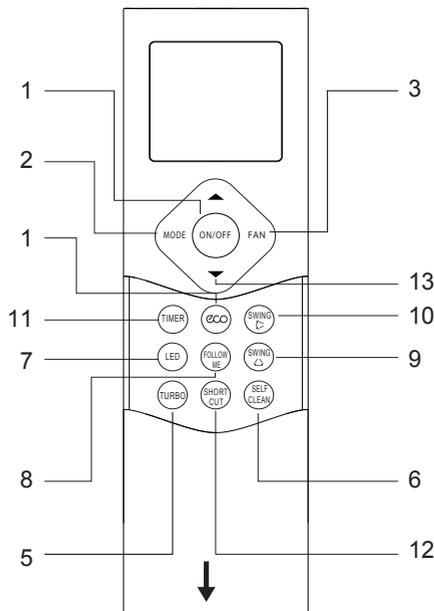
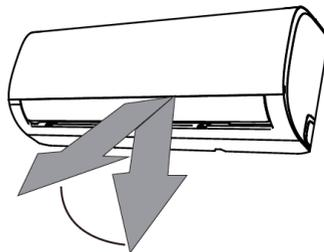

fig. 1 -
fig. 7 -
Pilot ("fig. 1 -") posiada szereg przycisków oraz wyświetlacz, na którym wyświetlane są wszystkie aktywne funkcje oraz różne parametry potrzebne użytkownikowi oraz instalatorowi w celu prawidłowej obsługi urządzenia.
- Tryb SWING** (nie jest wyświetlany na wyświetlaczu pilota zdalnego sterowania, wyświetlacz urządzenia wewnętrznego pokazuje "ON" przez 3 sekundy, gdy funkcja jest aktywna, "OF" przez 3 sekundy, gdy funkcja jest dezaktywowana). Naciśnięcie przycisku "SWING" aktywuje automatyczny ruch kłapy. Trzymaj wciśnięty przycisk „SWING” (część 9, rys. 1) (część 9 "fig. 1 -"), aby aktywować automatyczny ruch kłapy. Naciśnij raz przycisk „SWING” (część 9 "fig. 1 -"), aby wyregulować położenie żaluzji o 6°.
- Zamek na klucz. Jednoczesne wciśnięcie przycisków „TURBO” (część 5 "fig. 1 -") i „SELF CLEAN” (część 6 "fig. 1 -") i przytrzymanie przez jedną sekundę włącza / wyłącza blokadę klawiatury pilota.
- Funkcja skrótów. Zapamiętuje aktualne ustawienia i umożliwia ich szybkie przywołanie. Naciśnij przycisk „SHORTCUT”(część 12 "fig. 1 -") na 2 sekundy, aby zapisać bieżące ustawienia. Naciśnij przycisk „SHORTCUT”(część 12 "fig. 1 -"), aby przywołać zapisane ustawienia.
Aby wyregulować kierunek pionowego przepływu powietrza ("fig. 7 -") wychodzącego z urządzenia wewnętrznego, należy nacisnąć przycisk "SWING"  (part. 9 "fig. 1 -").
Przytrzymując "SWING"  (part. 9 "fig. 1 -") przycisk przez 2 sekundy, deflektor nadal się porusza, mieszając powietrze w pomieszczeniu.
Po naciśnięciu przycisku "SWING"  (part. 9 "fig. 1 -") deflektor blokuje się i po każdym naciśnięciu przycisku "SWING"  (part. 9 "fig. 1 -") kierunek przepływu powietrza zmienia się o kąt 6°.
Poniżej opisano znaczenie kodów wyświetlanych na wyświetlaczu urządzenia wewnętrznego ("fig. 7 -"), zamiast dwóch "88" pokazanych na rysunku.
Na wyświetlaczu pojawia się symbol przedstawiony na "fig. 7 -", szczegół 1, gdy urządzenie jest regularnie podłączone do sieci bezprzewodowej w celu zdalnego sterowania.